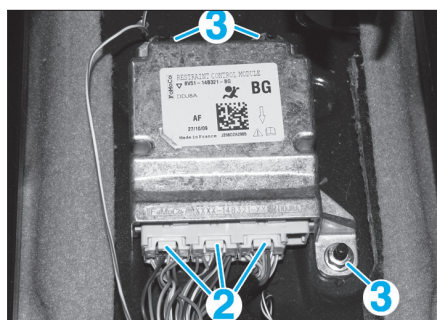

Fig. 16
• Débrancher les connecteurs (2) (Fig.16).
• Déposer les écrous (3).